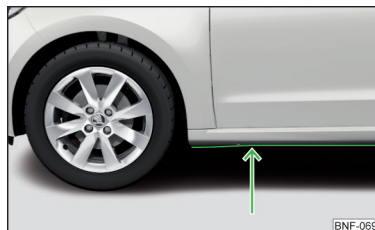

Рис. 124
- Перед подоланням водної перешкоди визначте глибину води. Рівень води повинен доходити лише до ребра лонжерону » **Рис. 124.**